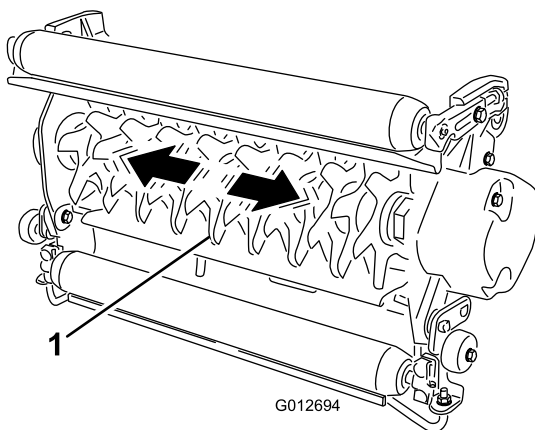

図 9
1. リール・シャフトをつかみ、リール・アセンブリを左右に揺すってガタがあるかどうかを調べる（図 9）。